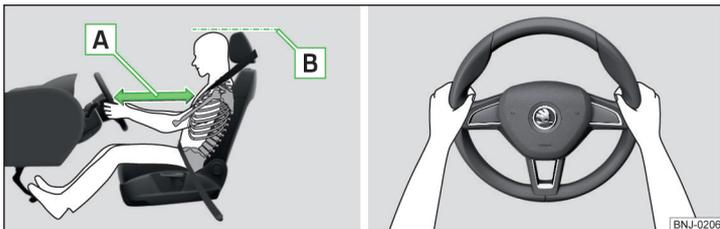

Fig. 14 Posición de asiento correcta del conductor / Sujeción correcta del volante
- ✓ Ajustar el volante de tal modo, que la distancia entre el volante y el esteroón sea, como mínimo, 25 cm » fig. 14 - A.
- ✓ Ajustar el reposacabezas de tal modo que el borde superior del mismo se encuentre, a ser posible, a la misma altura que la parte superior de su cabeza (no es válido para los asientos con reposacabezas integrado) » fig. 14 - B.
- Durante la conducción, sujete el volante con ambas manos por el borde exterior de los lados en las posiciones de las "9" y "3" horas » fig. 14. No sujete nunca el volante en la posición de las "12 horas" o de cualquier otro modo (p. ej., en el centro o en el borde interior del volante, etc.). De lo contrario puede generarse lesiones graves en los brazos, manos y la cabeza cuando se activa el airbag.
- ✓ Ajustar el reposacabezas de tal modo, que el borde superior del mismo se encuentre dentro de lo posible a la misma altura que la parte superior de su cabeza » fig. 14 de la pág. 19 - **B** (no es válido para asientos con reposacabezas integrados).
- ✓ Ajustar los reposacabezas de tal modo, que el borde superior de los mismos se encuentren, de ser posible, a la misma altura que la parte superior de la cabeza » **fig. 14 de la pág. 19** - **B**.